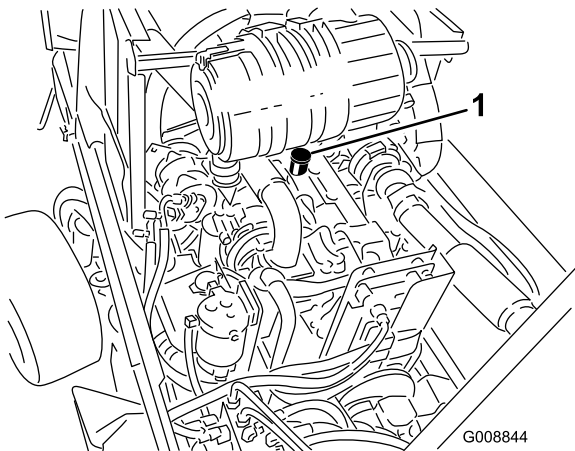

Bild 62
3. Wenn der Ölstand unter der Niedrig-Markierung liegt, nehmen Sie den Fülldeckel ab (Bild 62) und gießen Sie genug Öl ein, um den Ölstand bis zur Voll-Markierung anzuheben. **Füllen Sie nicht zu viel ein.**